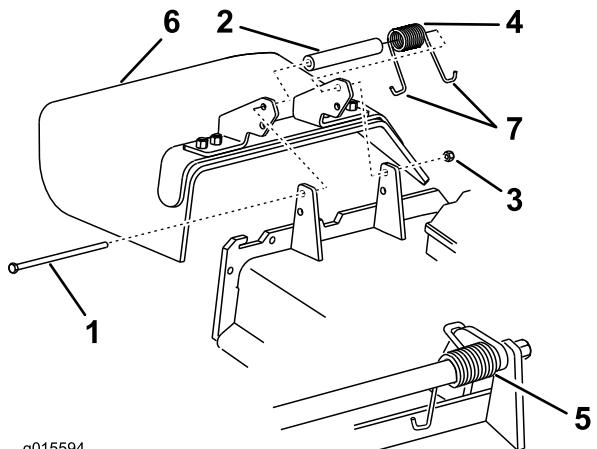

Figure 42
1. Retirez le contre-écrou, le boulon, le ressort et l'entretoise qui fixent le déflecteur aux supports de pivot du plateau (Figure 42). Déposez le déflecteur d'herbe s'il est endommagé ou usé.
Remarque: Prenez soin de placer une extrémité en J du ressort derrière le bord du plateau avant de mettre le boulon en place, comme montré à la Figure 42.
3. Remettez le boulon et l'écrou en place. Accrochez 1 extrémité en J du ressort au déflecteur d'herbe (Figure 42).